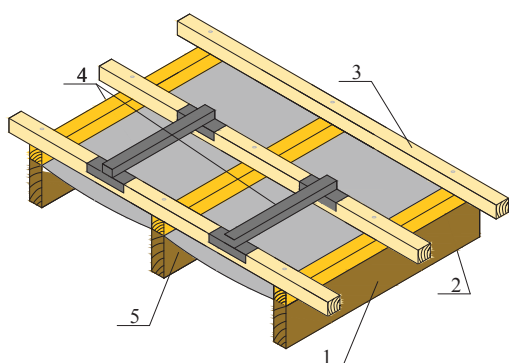

Рис. 4
- 7—доска сечением 35 (40)х100 мм
4.1.8. Последующие ряды обрешетки устанавливаются с постоянным шагом таким образом, чтобы расстояние между нижними гранями брусков обрешетки составляло 370 мм для моделей Classic и Elegance (Stratos—320 мм, Roman—350 мм). Необходимо точно выдерживать указанное расстояние для правильного крепления кровельных панелей в замок. Для облегчения процесса монтажа обрешетки рекомендуется применять обрешеточные проставки, изготавливаемые из подручных средств по месту монтажа (см. рис. 4).